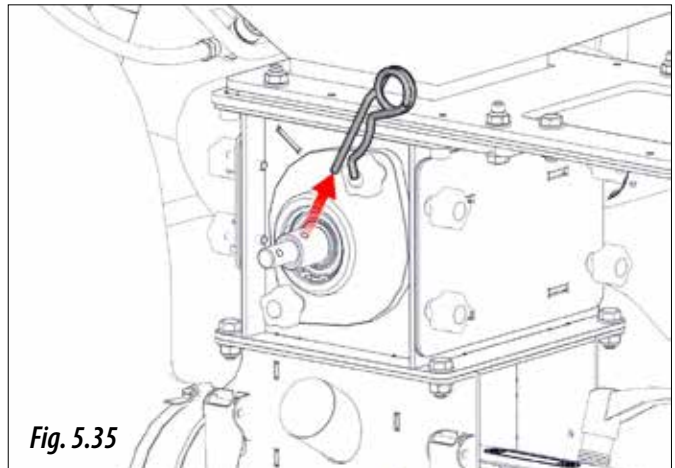

Fig. 5.35
4.B.1- Sacar el pasador "R" (Fig. 5.35).